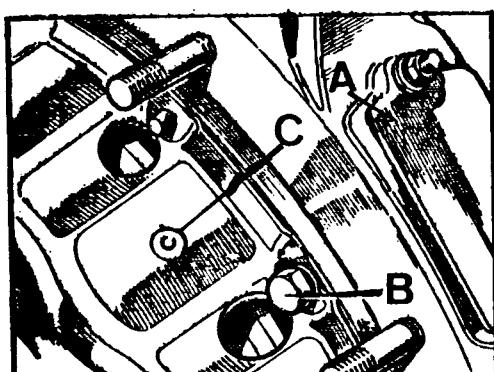

Fig. A1-93 Desmontaje del plato de presión y disco de embrague
- 1.2. Desmontar la tapa del registro del volante, A (Fig. A1-93) y el índice de referencia, para evitar que éste se desforme al extraer el volante.
- 1.3. Desmontar los tornillos, B (Fig. A1-93) que fijan el conjunto plato de presión, C, y el disco de embrague y extraer ambos.